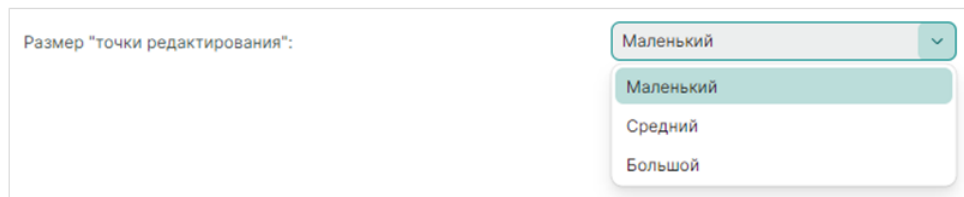

Рис. 98 Выбор размера для точек редактирования
- «Размер "точки редактирования"» – выбор размера для точек редактирования графических элементов, см. Рис. 98.